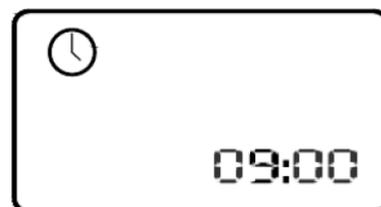

Abbildung 2 Kalibrierungsmenü der Uhr
- 2.3. Im Startbildschirm drücken Sie „Uhrzeit einstellen“, um die Kalibrierung der Uhr aufzurufen (Abb. 2). Die Systemuhr kann durch Drücken der Tasten „Stunden einstellen“ und „Minuten einstellen“ kalibriert werden. Halten Sie „Schaltstufe“ für 3 Sekunden gedrückt, um automatisch zum Startbildschirm zurückzukehren.